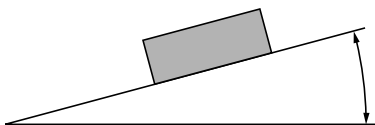

Fig. 8
- Install the sensor unit at an angle that is within the range of 0 to 15° of being level. Larger angles will result in the sensor unit not operating properly. (Fig. 8)
- Installer l'unité de détection à l'horizontale ou incliner au maximum à 15°. Toute installation à un angle d'inclinaison plus important risque de provoquer un défaut de fonctionnement du système. (Fig. 8)
- Instale el sensor en un ángulo que se encuentre entre los 0 a 15° de inclinación. Un ángulo mayor produciría un mal funcionamiento del sensor. (Fig. 8)